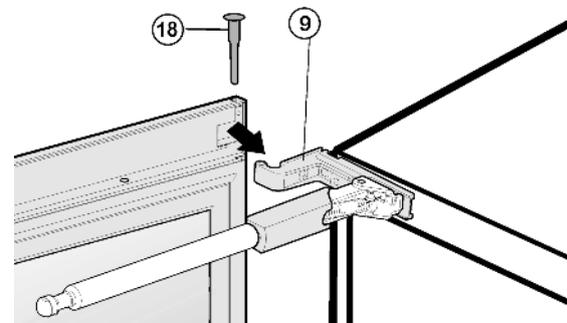

Fig. 19
- ▶ Guider la porte en haut au-dessus du support d'appui *Fig. 19 (9)* et enficher le pivot *Fig. 19 (18)*.